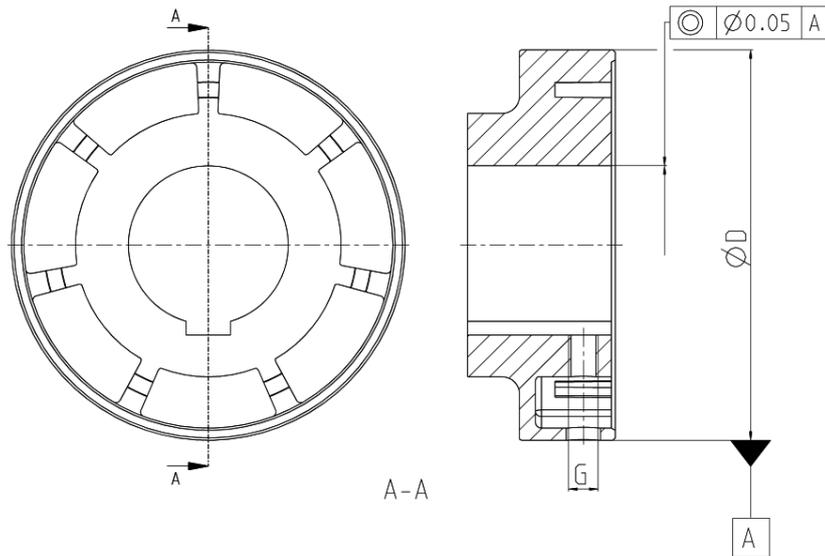

Рис. 7.3: Характеристики допуска формы и положения, а также положения шпоночного паза.
- соблюдались допуски по форме и положению в соответствии с DIN ISO 286 (см. рис. 7.3).
Если ступица должна иметь шпоночный паз, то его предпочтительнее изготовить между крепёжными отверстиями, как показано на рис. 7.3 или между отверстиями для типов ступиц 2 и 3. Ответственность за проектирование и проверку шпоночного соединения возлагается на заказчика.